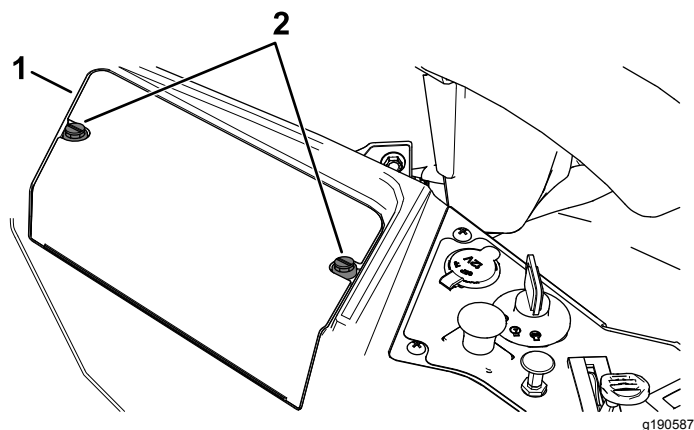

Figura 44
3. Afloje $\frac{1}{4}$ de vuelta las 2 fijaciones de la tapa de la batería en el sentido contrario a las agujas del reloj y retire la tapa (**Figura 44**).
6. Instale la tapa de la batería empujándola hacia abajo y apretando 2 fijaciones en el sentido de las agujas del reloj (Figura 44).